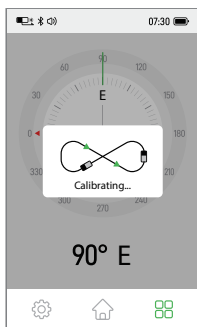

Рис. 10 Калибровка
1. Выберите функцию Compass, чтобы войти в режим компаса, при входе в режим появляется запрос на калибровку (см. рис. 10). Выполните движение прибором в форме «восьмёрки», как показано на рисунке. Через некоторое время калибровка прибора будет завершена.